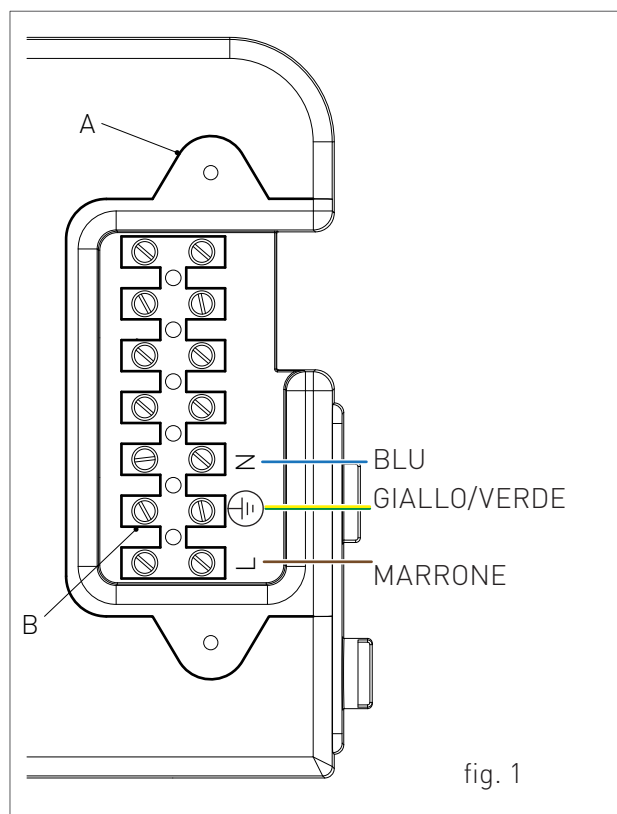

fig. 1
- > svitare le due viti e rimuovere il piastrino "A" (vedi fig. 1).
- > una volta rimosso il piastrino effettuare i seguenti collegamenti sulla morsettiera "B" (vedi fig. 1):
- › una volta rimosso il carter effettuare i seguenti collegamenti sulla scheda elettronica (vedi fig. 1).
- › Per tutti i tratti orizzontali dei condotti di scarico e di aspirazione aria, è consigliabile prevedere una pendenza in salita (verso la caldaia) minima del 2% (vedi fig.1) in modo da evitare l'ingresso di acqua piovana, polvere o oggetti estranei all'interno del condotto.